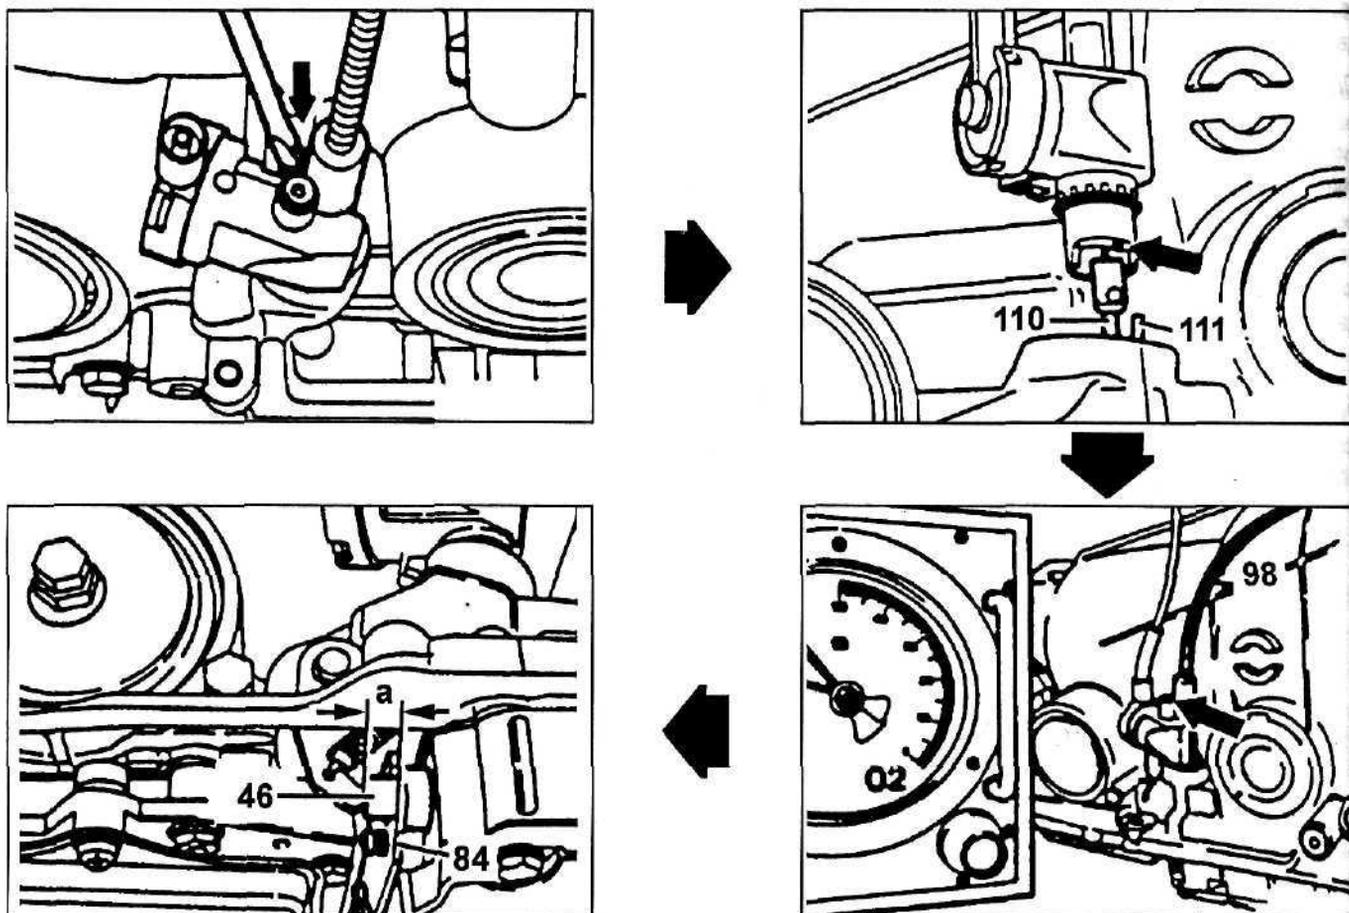

Рис. 75.
Раскройте с помощью отвертки замок (стрелка) и отсоедините (присоедините) тягу (110) (рис. 75). Удалите (установите) масляный поддон, вставьте стержень ограничения (111) в отверстие (стрелка) и установите тросик управления давлением. Поверните тросик управления давлением (98) так, чтобы защелкнулся замок.